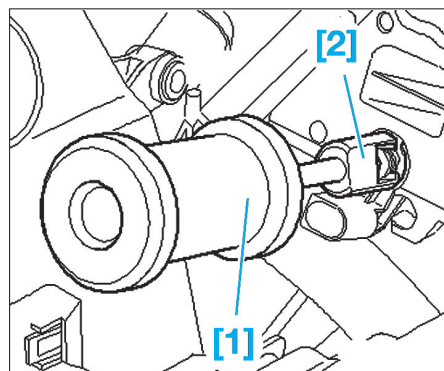

Fig. 39
- [1]. Masse à inertie (réf. T10133/3) (Fig.39).
- [2]. Extracteur (réf. T10133/15) (Fig.39).
- Retirer l'injecteur avec précaution en appliquant de légers coups (Fig.39).